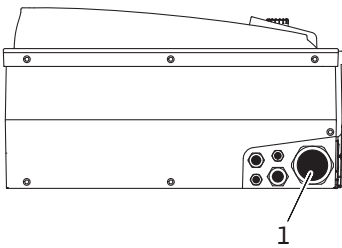

Fig. 23 : Passe-câbles à vis M25/M40
- Le câble d'alimentation électrique doit être inséré dans le passe-câbles à vis M25/M40 (fig. 23, pos. 1).